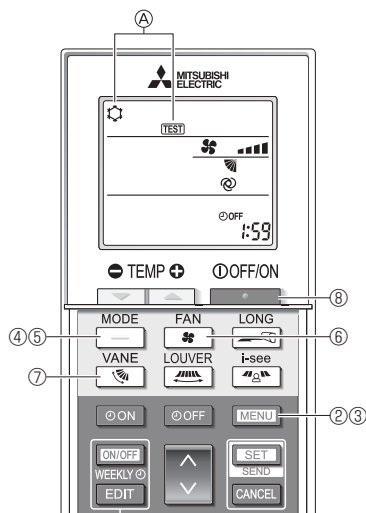

Fig. 8-5
- 2 Нажмите и удерживайте кнопку [MENU] в течение 5 секунд. (Fig. 8-5) (Выполняйте эту операцию, когда дисплей пульта дистанционного управления выключен.)
Отображаются [TEST] (ТЕСТ) и текущий режим работы. (Fig. 8-5)